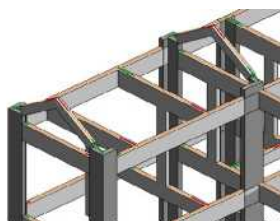

图 6-62 绘制斜梁
(6) 重复步骤 (2)~步骤 (5), 在轴线 C 截面上绘制斜梁, 如图 6-62 所示。